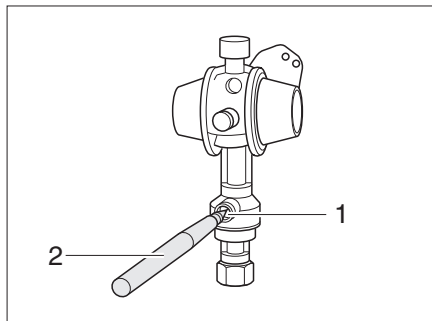

Bild 67 Crash-Sensor
Der Crash-Sensor (Bild 67) schützt vor ungewolltem Gasaustritt. Bei einem Unfall oder bei zu starker Neigung des Fahrzeugs wird die Gasversorgung automatisch unterbrochen.
- Mit einem Stift (Bild 67,2) den Entsicherungsknopf (Bild 67,1) mehrere Sekunden eindrücken.